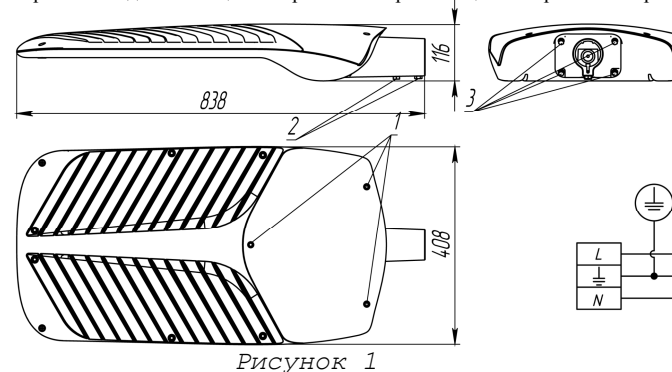

Рисунок 1
2.1 Светильник для утилитарного наружного освещения серии GALAD Волна LED (Рисунок 1) предназначен для освещения улиц, дорог, площадей, бульваров, автостоянок, железнодорожных платформ, дворовых территорий и площадей перед торговыми центрами.